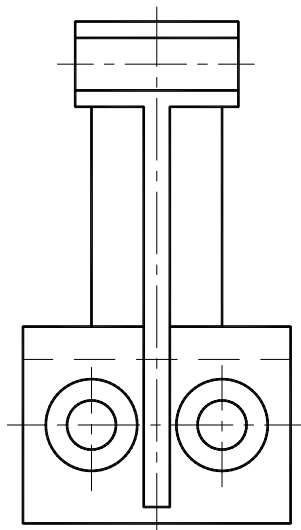

图 7-20 左视图轮廓
(3) 修剪掉多余的线，完成左视图轮廓线的绘制，如图 7-20 所示。